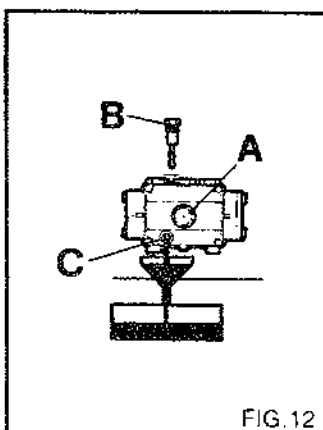

FIG. 12
- 2) Dévisser le bouchon de la tige de contrôle de niveau (fig. 12).